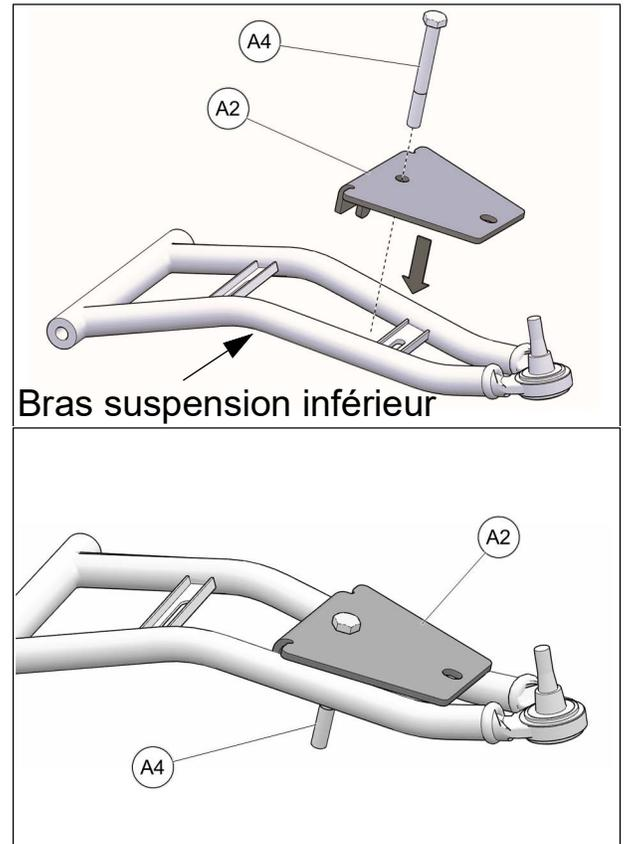

Fig. 18
5. Insérer le boulon M10x90mm (A4) dans le trou à l'arrière de la partie supérieure de l'ancrage (A2) et positionner ce sous-ensemble sur le bras de suspension inférieur. Voir la Fig. 18